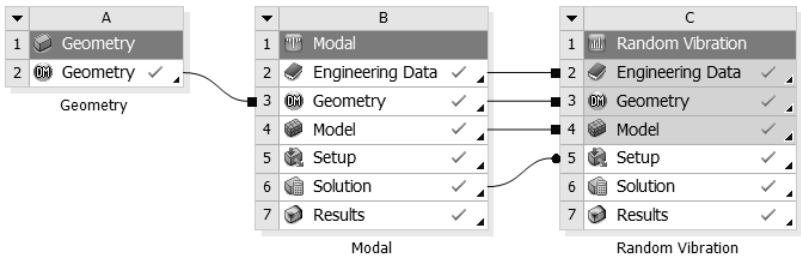

图 10-43 项目管理区中的分析项目
Step1：单击 Mechanical 界面右上角的（关闭）按钮，退出 Mechanical，返回 Workbench 主界面。此时，主界面的项目管理区中显示的分析项目均已完成，如图 10-43 所示。